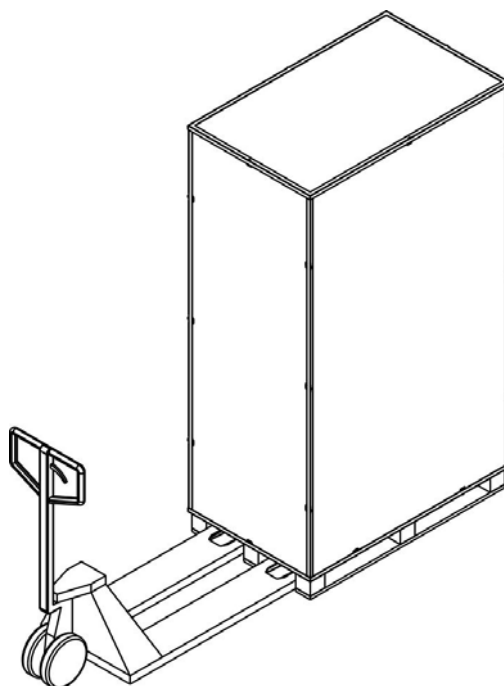

Figura 2-1
1. Use un montacargas para mover el producto al área de instalación. Consulte la Figura 2-1. Asegúrese de que la capacidad de carga del montacargas sea suficiente.